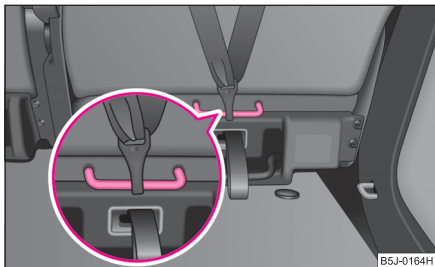

Fig. 144 Scaunul din spate: Top Tether
Scaunele laterale din spate, resp. și scaunul din mijloc (numai în unele țări) sunt echipate în serie, pentru creșterea siguranței copiilor, cu sistemul de fixare „Top Tether”, în spatele spătarului din spate ⇒ fig. 144. Realizați montarea și demontarea conform instrucțiunilor din manualul scaunului pentru copii.
- Fixați scaunele pentru copii cu sistem „Top Tether” numai în locurile special prevăzute ⇒ fig. 144.